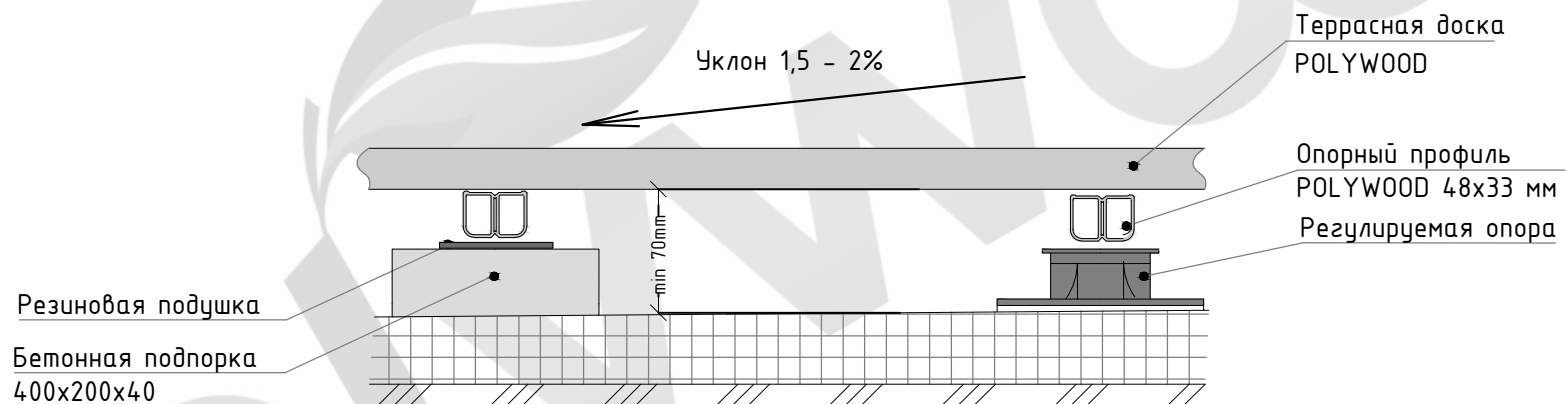

Рис.10 Монтаж террасной доски на бетонное основание
- Монтажные лаги при монтаже на бетонное основание должны иметь опору в виде регулируемой опоры или бетонной опоры минимальным размером 400x200x40 (рис.10), установленные с шагом не более 500 мм. Высота от основания настила до низа террасной доски не должна быть менее 70мм, для обеспечения вентиляции подпольного пространства.